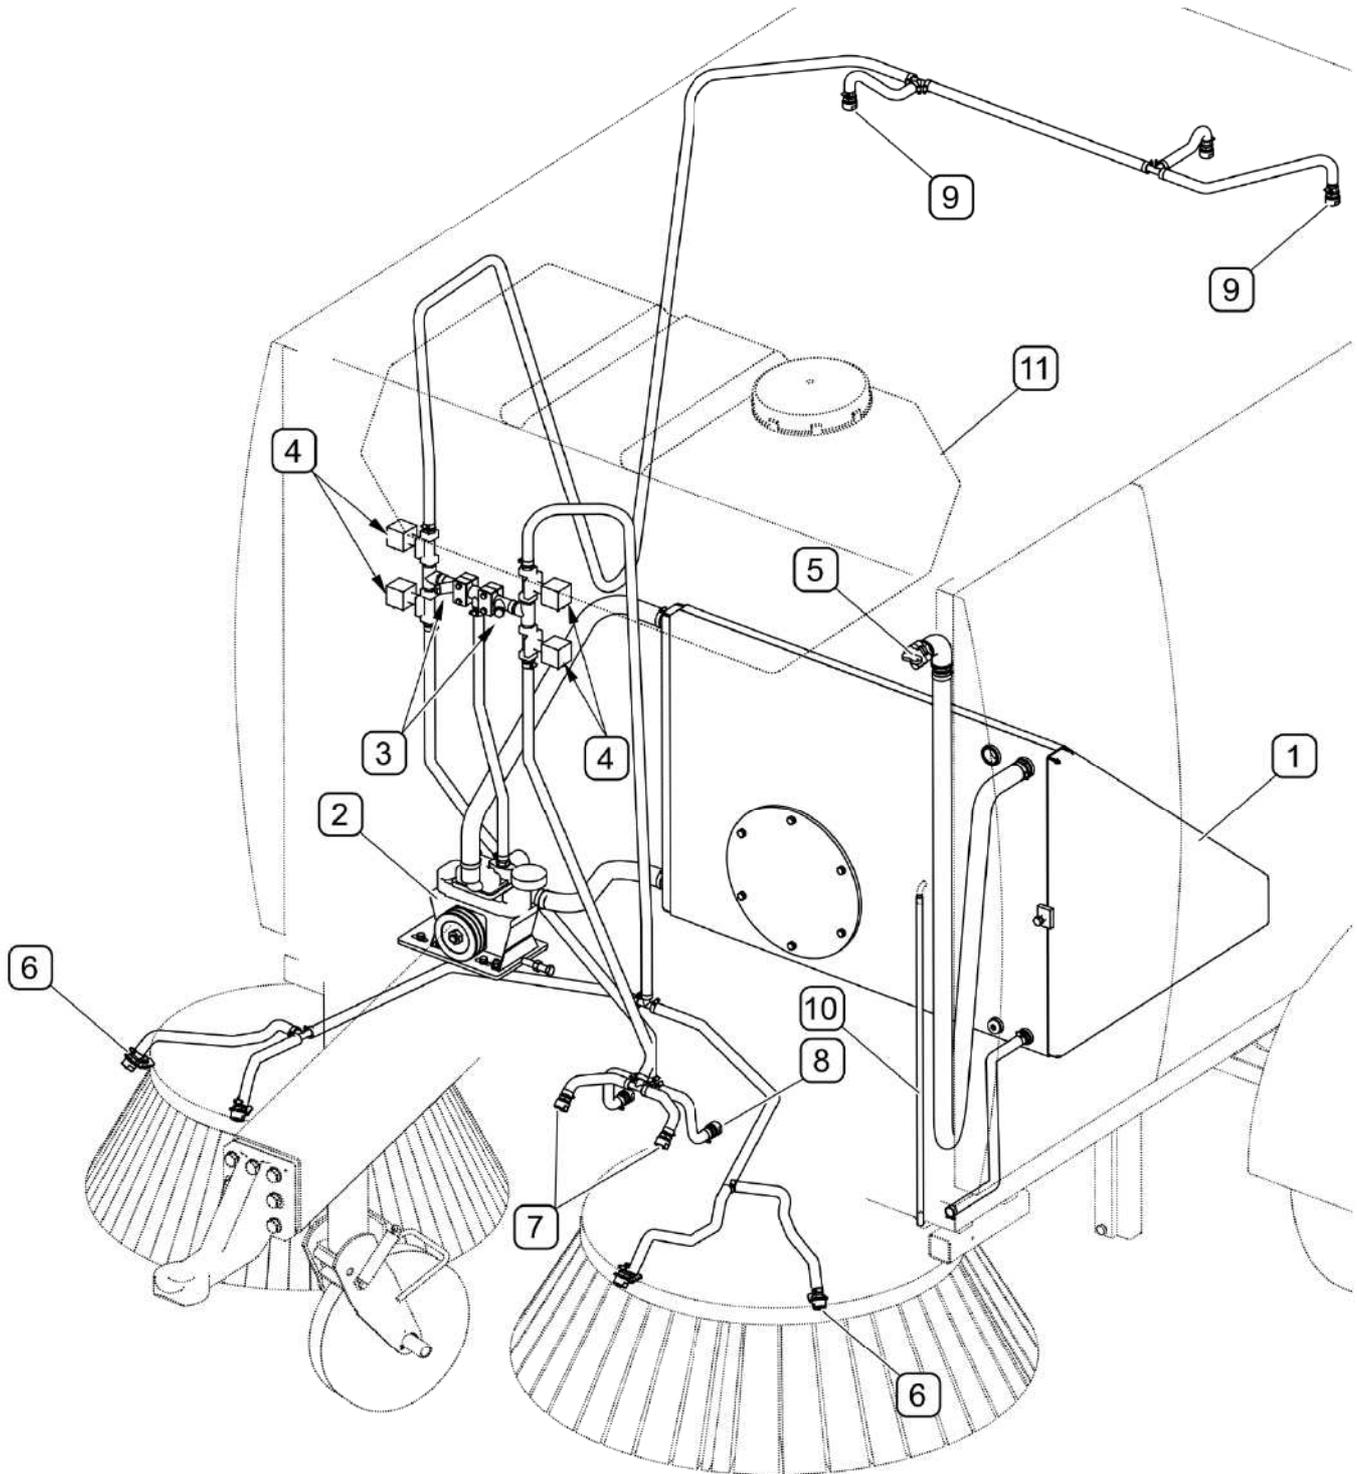

FIGURE 3.8 Construction du circuit d'arrosage
(1) - le bac à eau; (2) - la pompe à eau; (3) - les filtres; (4) - la valve électromagnétique; (5) - le bouchon de remplissage; (6) - les buses à fente du système de balayage; (7) - les buses à fente du système d'aspiration; (8) - les buses coniques du système d'arrosage; (9) - les buses coniques du bac; (10) - l'indicateur du niveau d'eau; (11) - le bac à eau supplémentaire (en option)
les éléments principaux du système d'arrosage (FIGURE 3.8) sont le bac à eau (1) et la pompe à eau (2). Les buses d'arrosage (6),(7),(8) installées à côté des brosses, de la ventouse et dans le réservoir des impuretés, préviennent efficacement l'accumulation des poussières pendant le travail de la machine. La commande du circuit se fait depuis le pupitre de commande en enclenchant les valves électromagnétiques appropriés (4).